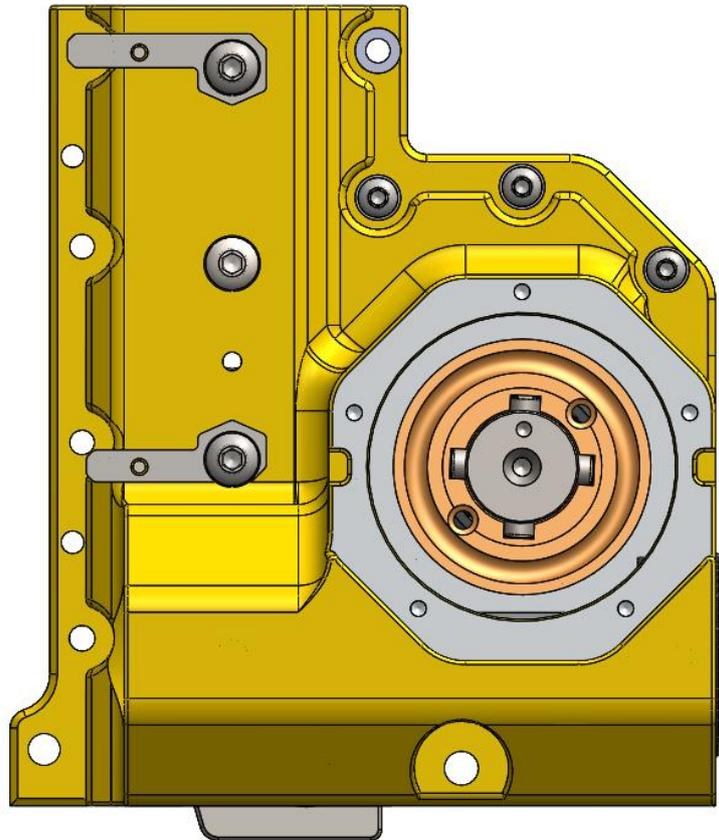

Figura 13
- s. Antes de iniciar esta etapa, garanta que a cremalheira (1-4/4) esteja totalmente recolhida conforme a *Figura 13*. (Caso você tente realizar a montagem da próxima etapa com a cremalheira fora dessa posição, a coroa não terá curso para girar durante a montagem do fuso e os dentes do engrenamento serão severamente danificados.